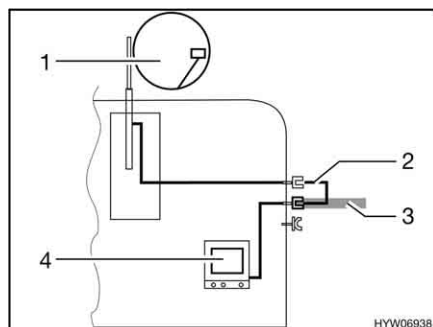

Fig. 88 TV nel veicolo
- TV nel veicolo (Fig. 88,4): Collegamento all'antenna del tetto (Fig. 88,1) con cavo di collegamento (Fig. 88,2)
- TV nel veicolo (Fig. 88,4): Collegamento a antenna esterna (Fig. 88,3)